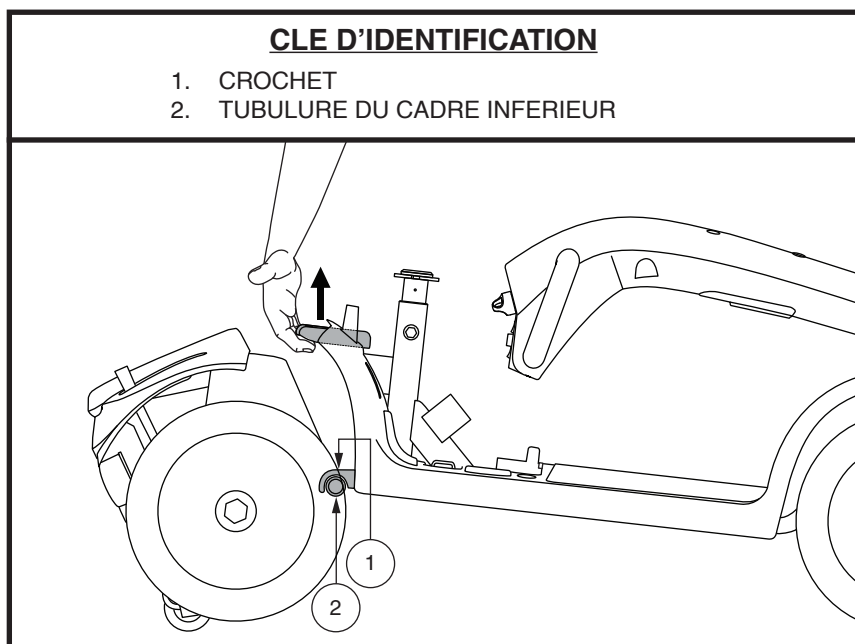

Figure 25 Levier de blocage du cadre
**Voir la figure 25.**
1. Positionnez les sections. **Voir la figure 25.**